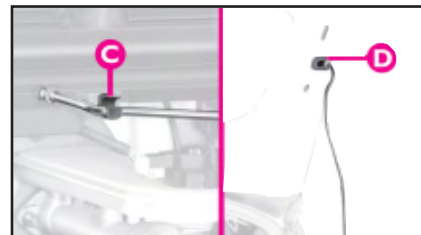

fig. 76
– Trek de steunstang uit klem **C**-fig. 76 en steek het uiteinde van de stang in zitting **D** op de motorkap.
1) Houd de motorkap met een hand omhoog, trek met de andere hand de stang fig. 76 uit de zitting **D** en plaats de stang terug in klem **C**.